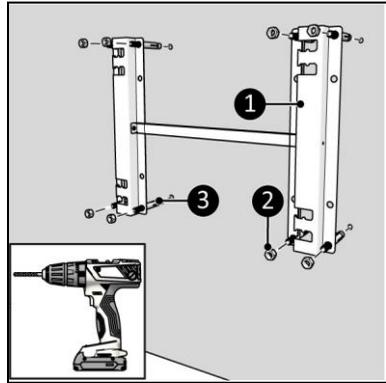

Figura 10
1. Amplașați suportul pe perete, cu orificiile suportului în stânga și marcați cele opt găuri (Figura 10).
3. Introduceți șuruburile de ancorare (Figura 10, poz. 3).
4. Fixați suportul de perete (Figura 10, poziția 1) cu cele opt piulițe (Figura 10, poziția 2).